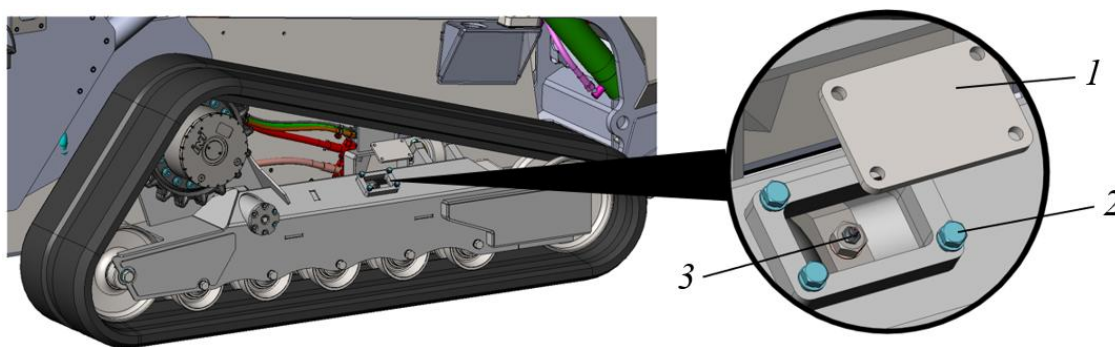

Рисунок 5.85. Механизм натяжения гусеничной ленты
Для исключения возможных травмоопасных ситуаций запрещается при ослаблении ленты гусеницы полностью выворачивать клапан механизма натяжения 3, рис. 5.85, так как при этом может произойти срыв резьбы клапана и выброс смазки под большим давлением.
- Снять защитную крышку 1, предварительно выкрутив крепеж 2, рис. 5.85.
- Через пресс-масленку клапана 3, рис. 5.85 добавить консистентной смазки в механизм натяжения гусеничной ленты.
- ▶ Выкрутить не более чем на 2 оборота клапан 3, рис. 5.85, лишняя смазка выдавится из-под клапана через проточку за счет избыточного давления в гидроцилиндре, натяжение с гусеницы будет снято.